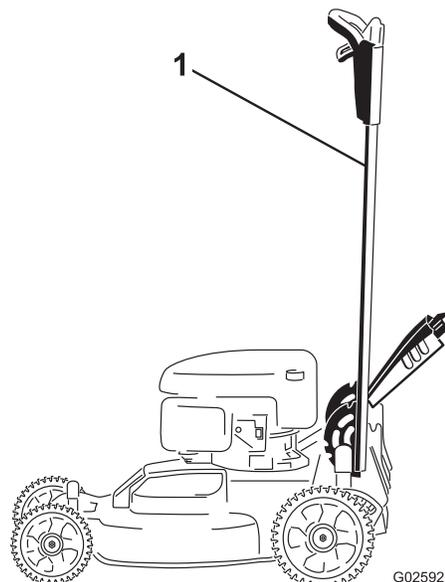

Figure 41
- Verrouillez le guidon en position verticale (Figure 41); voir Réglage de la hauteur du guidon (page 12).